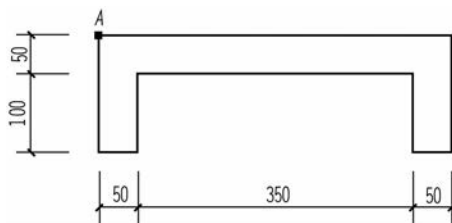

图 1-16 电视柜左视图的下半部分
(2)以 A 点为起点,绘制电视柜左视图的下半部分,如图 1-16 所示。